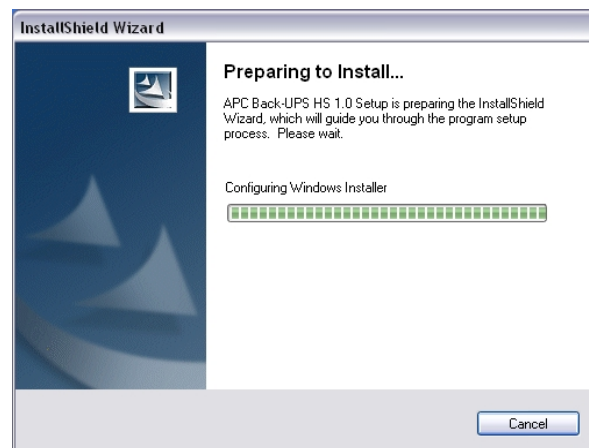

Abbildung 1. Bildschirm des InstallShield-Assistenten
- Doppelklicken Sie auf das **CD-ROM-Laufwerkssymbol** und anschließend auf das Symbol **setup.exe**. Die Software startet und zeigt den **InstallShield-Assistenten** an (Abbildung 1). Die Softwareinstallation beginnt. Um sie vorzeitig abzubrechen, klicken Sie auf **Cancel** (Abbrechen).